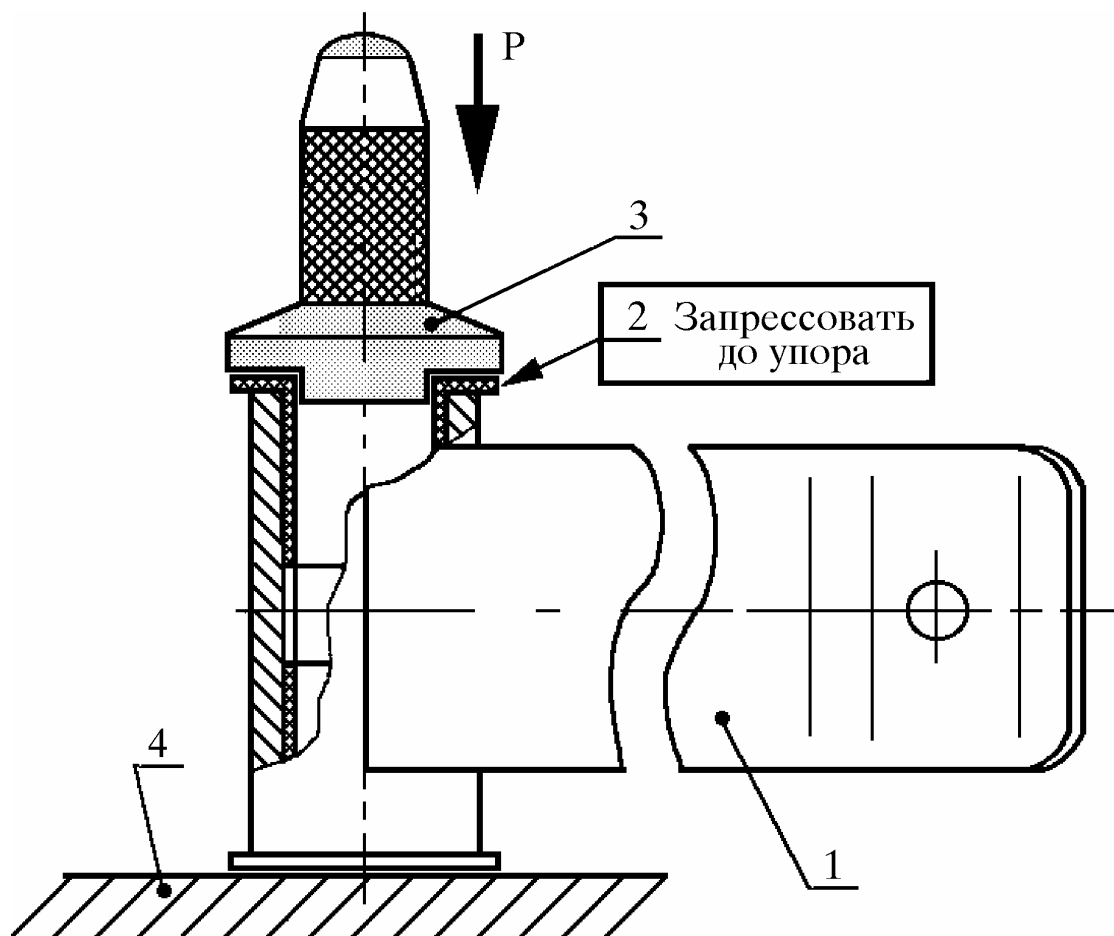

Рис. 13. Запрессовка втулок в отверстие корпуса опоры рычагов механизма управления:
9.2.1. Установить корпус 1 (рис. 13) опоры рычагов на верстак 4 (стол-верстак 1468-ОРГ).